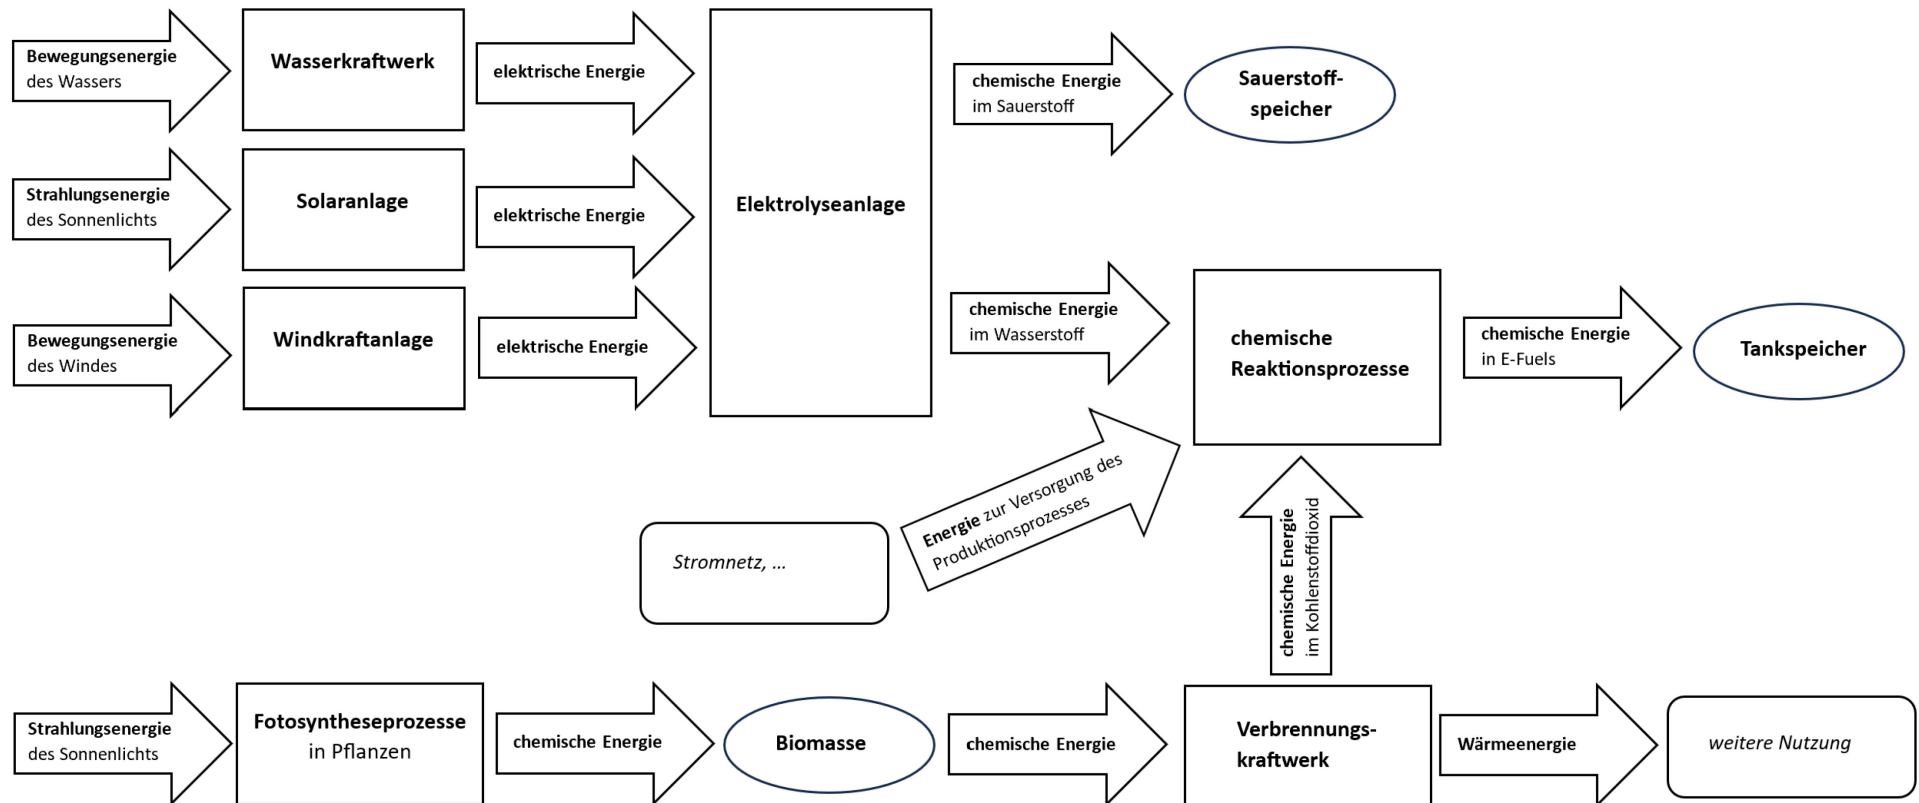

Abbildung 4: Mögliche Lösung des Energieflussdiagramms. (IQB e. V., 2024).
- ◆ Abbildung 4: Copyright Grafik: IQB e. V. (2024). *Mögliche Lösung des Energieflussdiagramms*. Lizenz: Creative Commons (CC BY). Volltext unter: <https://creativecommons.org/licenses/by/4.0/legalcode.de>